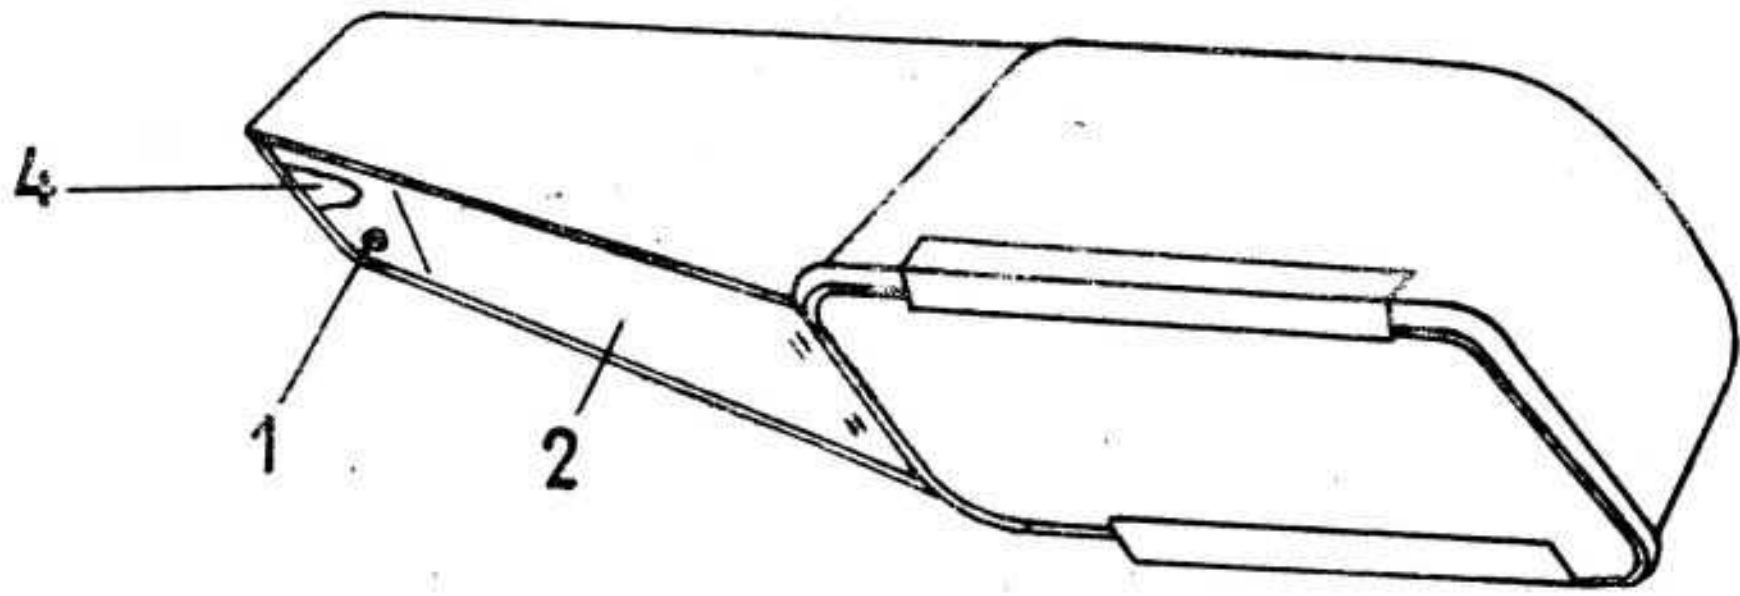

Abb. 2
(siehe Abb. 2)
- Schrauben (6) lockern
- Reflektorschalen (7) herausnehmen und in bisher freie Schlitze im Reflektorboden einsetzen
- Schrauben (6) anziehen
- Deckel (2) öffnen
Sechskantmutter M 12 (8) s. Abb. 2 vom Bolzen lösen und Einheit abnehmen.